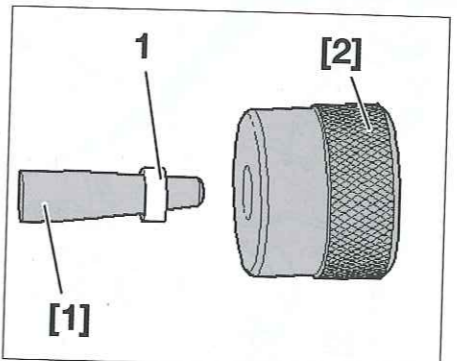

Fig. 41
- [1]. Cono de montaje (ref. T10133/5) (Fig.41).
- [2]. Casquillo de montaje (ref. T10133/6) (Fig.41).
- Colocar el anillo - junta de teflón nuevo (1) sobre el cono de montaje [1] (Fig.41).